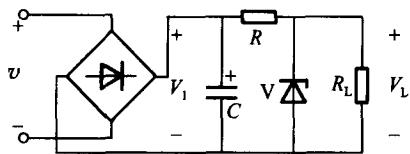

图 1-6
- (4) 图 1-6 所示简单稳压电路是正确的,某人按图接好该电路,在测试时发现输出电压 V_L 只有 0.7 V 左右,试说明是何原因造成的,应如何改正?